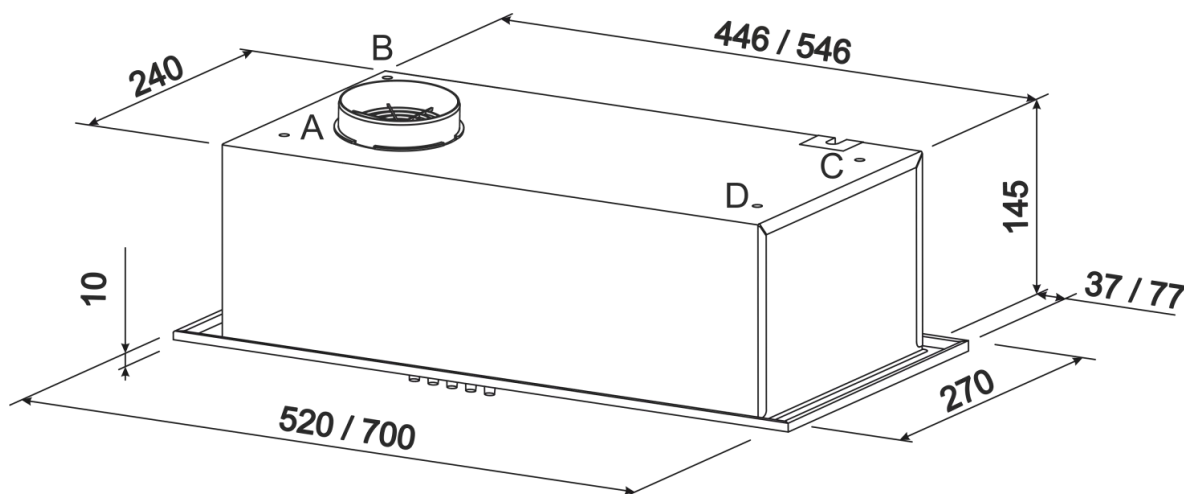
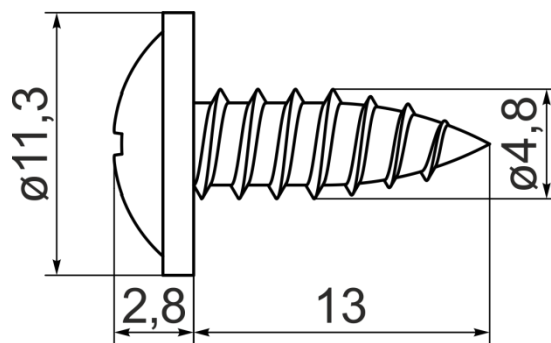

Рис. 4
Рис. 4.1
6.4 По заранее изготовленному бумажному шаблону разметьте и вырежьте прямоугольное отверстие в нижней части навесного шкафа согласно габаритам (рис.4) встроенной части вытяжки.
6.5 Крепить вытяжку к шкафчику рекомендуется по схеме на рис.4 (отверстия ABCD) четырьмя саморезами 4,8x13 DIN968 (рис. 4.1, саморезы в комплект поставки не входят).